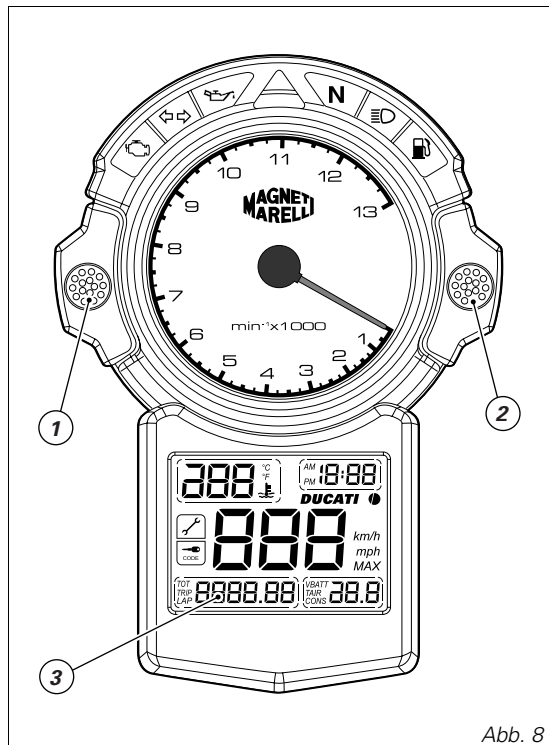

Abb. 8
Die Taste (1, Abb. 8) mindestens 2 Sekunden lang drücken. Durch Drücken der Taste (2 Abb. 8) die Angabe AM/PM anwählen. Nochmals die Taste (1) drücken, um die Anwahl zu bestätigen und zur Einstellung der Uhrzeit überzugehen. Zur Änderung der Stundenanzeige die Taste (2) drücken. Nochmals die Taste (1) drücken, um die Anwahl zu bestätigen und zur Einstellung der Minuten überzugehen. Die Minuten werden mit der Taste (2) eingestellt. Nochmals die Taste (1) drücken, um die Anwahl zu bestätigen und die Einstellung der Uhrzeit zu verlassen.
Am Display (3, Abb. 8) die Anzeige TRIP auswählen. Die Taste (2) mindestens 2 Sekunden drücken, um den Tageskilometerzähler zurückzustellen.
Das Steuergerät teilt dem Cockpit automatisch das Fahrzeugmodell und die aktuellen, am Display anzuzeigenden Maßeinheiten mit. Um die Parameteranzeige zu ändern, den Zündschlüssel von OFF auf ON drehen und gleichzeitig die Tasten (1, Abb. 8) und (2, Abb. 8) drücken.